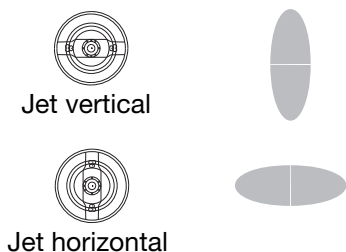

FIG. 10. Positions du chapeau d'air
3. Desserrer la bague de serrage du chapeau d'air et tourner le chapeau d'air pour obtenir un jet de pulvérisation vertical ou horizontal. Voir FIGURE 10. Serrer la bague de serrage jusqu'à ce que le chapeau d'air soit bien en place ; vous ne devriez pas pouvoir tourner les cornets du chapeau d'air avec la main.